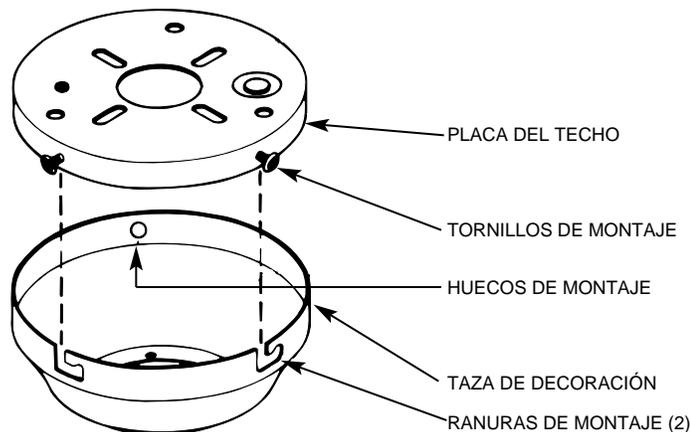

FIGURA 7
A. La placa del techo tiene (3) perforaciones para tornillos de montaje localizados a los lados. Instale (2) tornillos de cruz de cabeza redonda #10-32 en dos de los huecos y déjalos medio enroscados en estos huecos. Ver Figura 7.
Remover el ventilador del gancho de la placa del techo. Está seguro de no reventar ninguna instalación. La taza de decoración tiene (2) aberturas de montadura y (1) hueco de montadura. Ver Figura 7.
B. Coloque las (2) ranuras en la taza de decoración directamente abajo y alineados con los (2) tornillos de montaje en la placa del techo. Levante el ventilador hasta que los tornillos de montaje en la placa estén en posición con las partes de abajo de las ranuras de la taza de decoración. Déle vuelta al ventilador en sentido inverso al de las agujas del reloj hasta que los tornillos descansen en las ranuras. Apriete los tornillos hasta asegurarlos. Instale el tercer tornillo en el hueco de montaje.